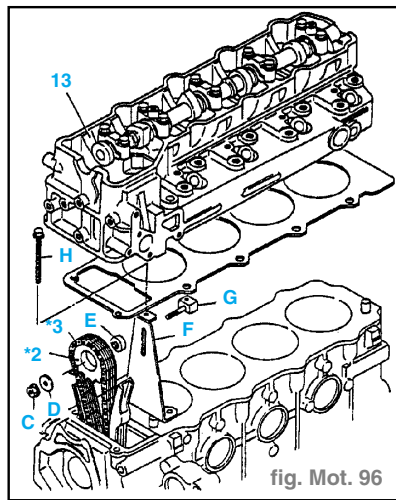

fig. Mot. 96
- Déposer l'ensemble culasse 13 en la soulevant bien droit. Laisser la roue dentée \*2 en prise dans la chaîne de distribution \*3. (fig. Mot. 96)